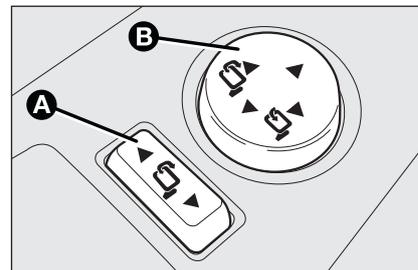

fig. 36
- posizionare il selettore **A-fig. 36** nella posizione neutra (nessun specchio selezionato);
- ripiegare lo specchio, agendo nelle posizioni laterali del joystick **B-fig. 36**;